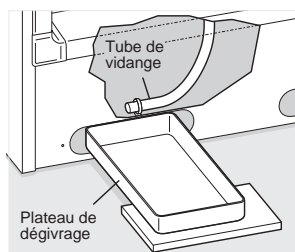

figure 1
- **Sur les modèles verticaux avec système de vidange de l'eau de dégivrage** (figure 1), enlever le bouchon de vidange au fond du appareil en le tirant directement. Pour accéder au tuyau de vidange extérieur sur les modèles munis d'un panneau inférieur, vous devez au préalable retirer ce panneau inférieur fixé au appareil par deux vis. Le tuyau de vidange est situé près du centre gauche sous l'appareil. Placez un récipient creux sous le tuyau de vidange. L'eau du dégivrage va s'y écouler. Vérifiez de temps à autre que l'eau ne déborde pas. Un demipouce adaptateur de tuyau de jardin peut être utilisé pour vidanger l'appareil directement dans un égout. Si votre modèle n'est pas équipé avec un adaptateur, celui peut être acheté à la plupart des magasins de matériel. Remettez le bouchon en place lorsque le dégivrage et le nettoyage sont terminés. Si le bouchon de vidange est resté ouvert, de l'air chaud peut entrer dans l'appareil.